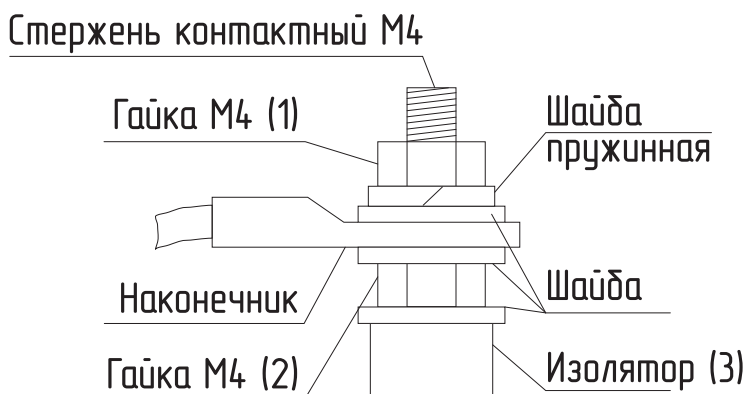

Рис.16 Присоединение проводов к выводам блок ТЭН
- при замене блок ТЭН присоединение фазных проводов к выводам блок ТЭН производить согласно **Рис.16**. Сечение кабеля указано в **Таб.1** и **Таб.2**;
- провод нейтраль «N» подключить на перемычку блока ТЭН (**Рис.16**).